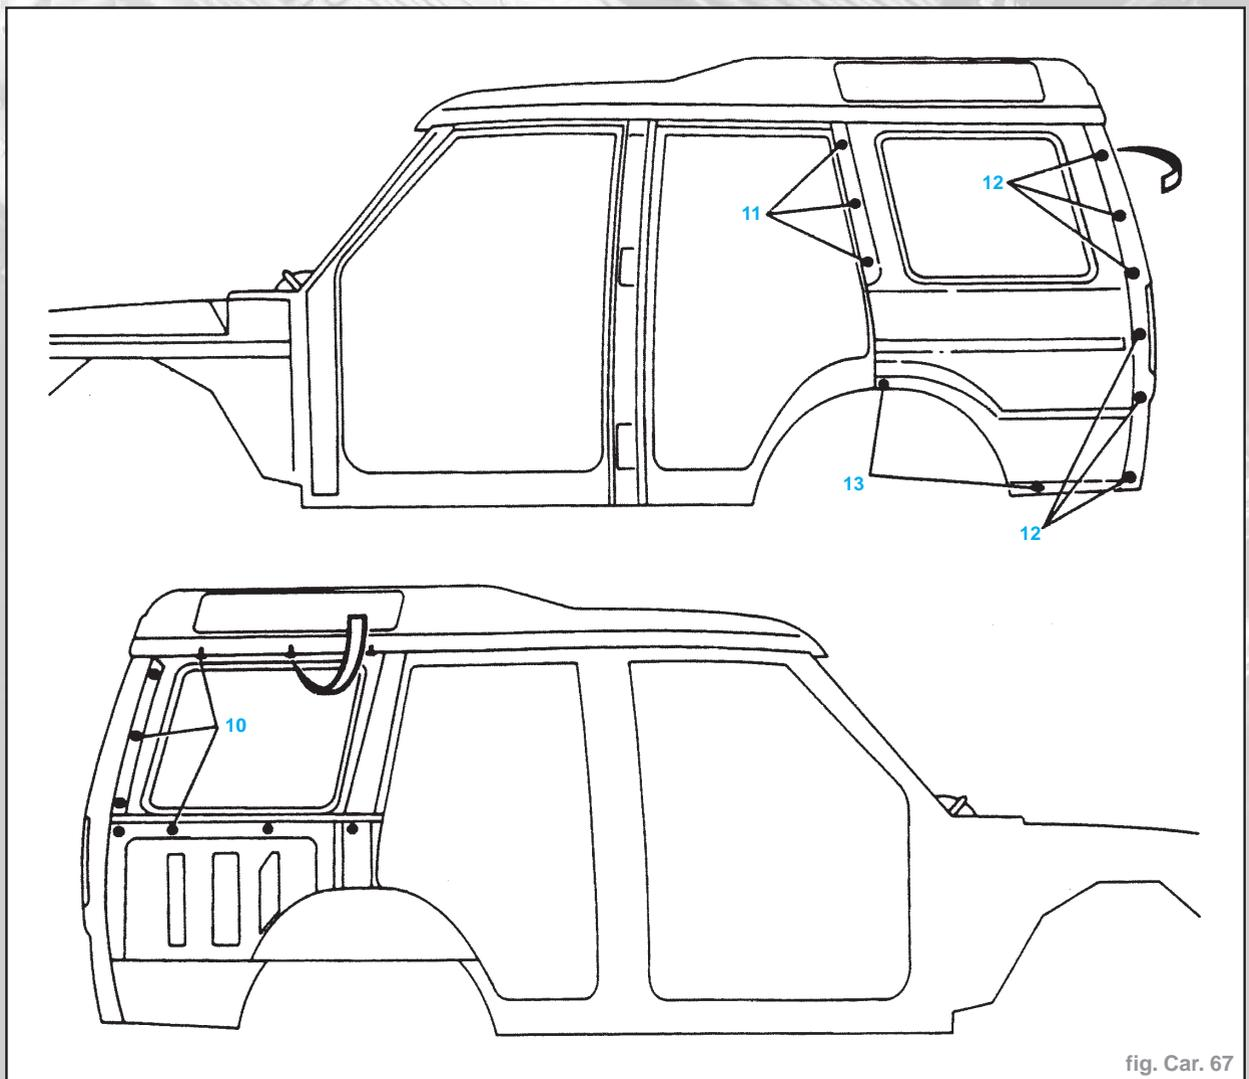

fig. Car. 67
- En travaillant au travers des trois ouvertures du pied "D", enlever les écrous et les rondelles et détacher le recouvrement du pied "D" (10) (Fig. Car. 67).
- Enlever trois vis de tôle à tête fraisée maintenant le panneau latéral de caisse sur le pied "D" (11).
- Enlever six vis de tôle à tête fraisée maintenant le panneau de custode sur le pied "E" (12).
- Enlever deux vis, une à l'intérieur du passage de roue et une sur le bord inférieur du panneau latéral de caisse (13).